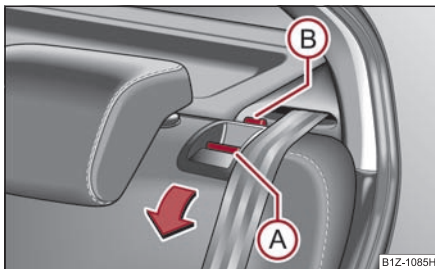

Fig. 81 Deblocarea spătarului banchetei
- Apăsăți butonul de deblocare A și rabatați spătarul scaunului în față ⇒ fig. 81.
- Asigurați-vă că punctul de culoare roșie **(B)** este acoperit ⇒ pagina 80, fig. 81.